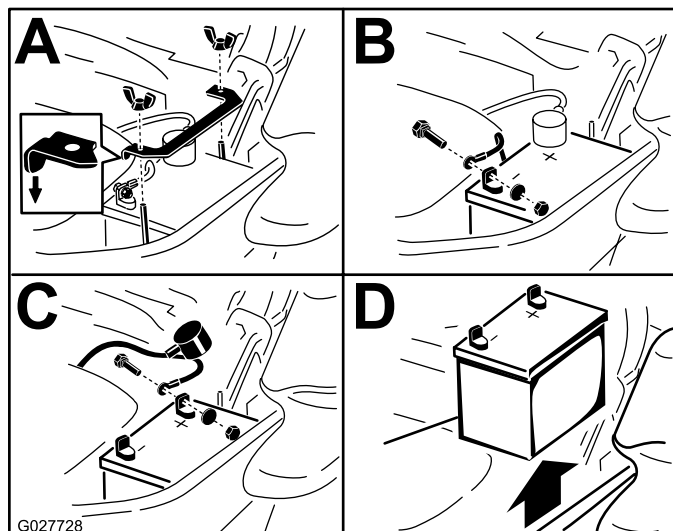

Figure 70
3. Retirez la batterie, comme montré à la Figure 70.
**Remarque:** Placez la batterie dans son support en tournant les bornes à l'opposé du réservoir hydraulique (Figure 70).